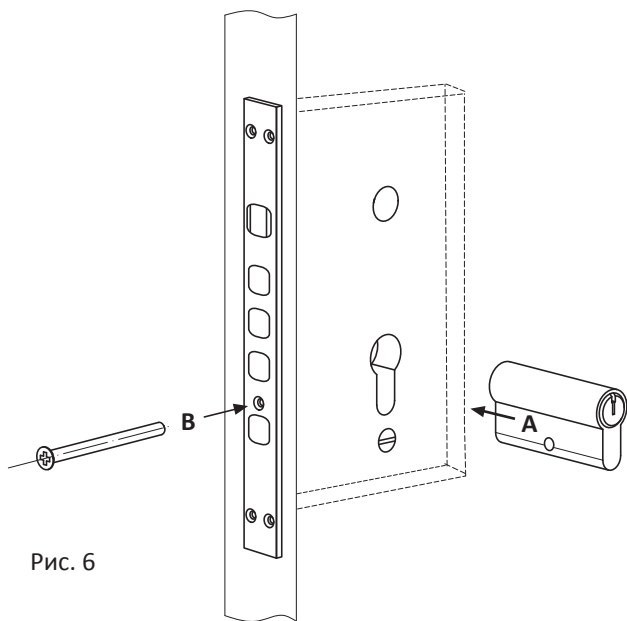

Рис. 6
5. Установите цилиндрический механизм (в комплект не входит) в специальный паз (А) и закрепите его винтом (В) (Рис.6).